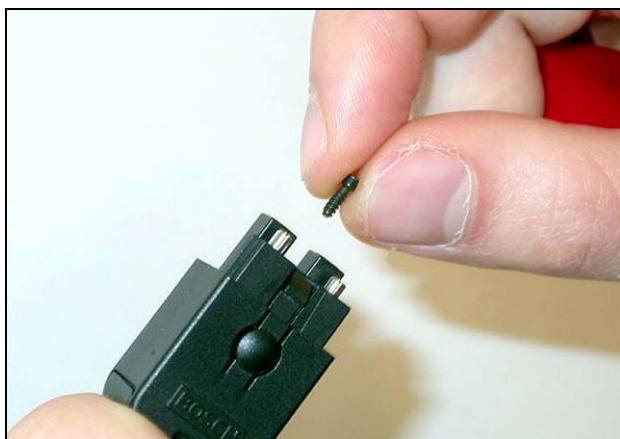

рисунок 30.35: Вставка винта с внутренней звездочкой (Torx)
- 31 Вставьте винт с внутренней звездочкой в переднюю часть корпуса (см. рисунок 30.35).